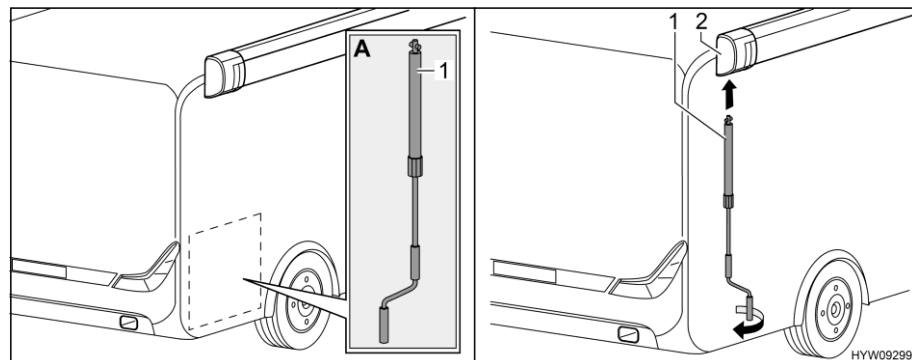

Bild 29 Montera veven
- Ta ut veven (Bild 29,1) ur det bakre lastutrymmet (Bild 29,A).
- Sätt veven i markisens bajonettfässa (Bild 29,2).